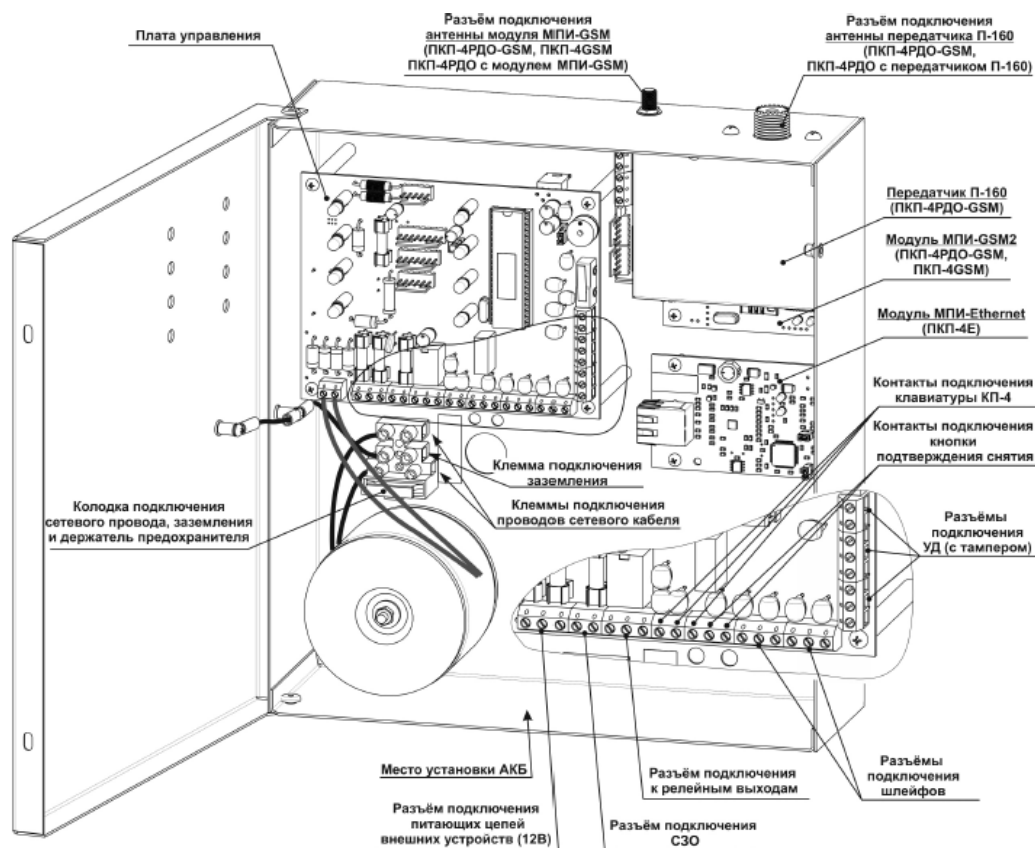

Рисунок 7. Вид прибора с открытой крышкой
2. Приборы имеют модульную конструкцию. Основой являются сами приборы ПКП-4РДО, ПКП-4РДО-GSM или ПКП-4GSM. Дополнительно, в качестве вспомогательных модулей, к ним подсоединяется ряд устройств (модулей). Прибор ПКП-4РДО является базовым исполнением с минимальным набором функций. Его функциональность расширяется за счёт применения дополнительных модулей: РМ-164Н и ШМ-41, а также передатчика П-160 и модуля МПИ-GSM. Металлический корпус прибора снабжен открывающейся передней крышкой (Рис.7), которая фиксируется в закрытом положении двумя винтами с правой стороны корпуса. В правом нижнем углу корпуса расположен понижающий трансформатор, закрытый защитным кожухом. Под защитным кожухом находятся колодка подключения к сети 220В и держатель сетевого предохранителя. Плата управления ПКП-4РДО устанавливается внутри корпуса прибора. Имеет контакты для подключения 4-х ШС, одного СЗО (контролируемое на обрыв), двух УД со светодиодами, разъемы подключения дополнительных модулей системы и пульта программирования ПР-100 (АП-1). На плате управления установлены: процессор, светодиоды для индикации состояния шлейфов и системы, тампер прибора, зуммер и реле (релейные выходы используются для организации ключей ПЦН и сброса дымовых извещателей). В состав входит прибор передающий охранно-пожарной сигнализации П-160. Он предназначен для использования прибора ПКП-4РДО в системе радиоохраны. Релейный модуль РМ-164Н устанавливается внутри корпуса прибора и подключается к плате управления. На модуле имеется 4 реле, служащих для сброса питания двухпроводных дымовых извещателей. Шлейфный модуль ШМ-41 предназначен для объединения в один шлейф двух рубежей охраны с различением сигнала тревоги по рубежам на пульте централизованного наблюдения. При использовании ШМ-41 совместно с извещателями, имеющими отдельные релейные выходы возможно получение двух рубежей охраны на одном извещателе (периметр и объем), что позволяет расширить возможности ПКП-4РДО до 8 шлейфов. ЖКИ-